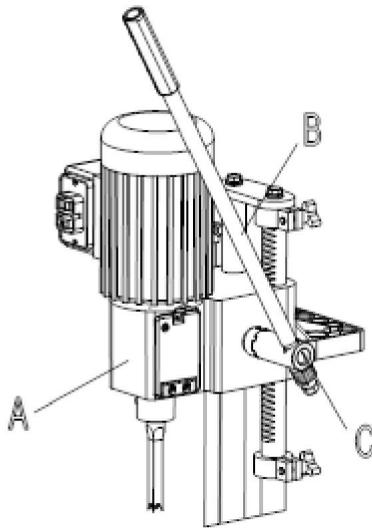

Fig. 9
La tête (A) Fig. 9, est soulevée et abaissée au moyen du levier (B).